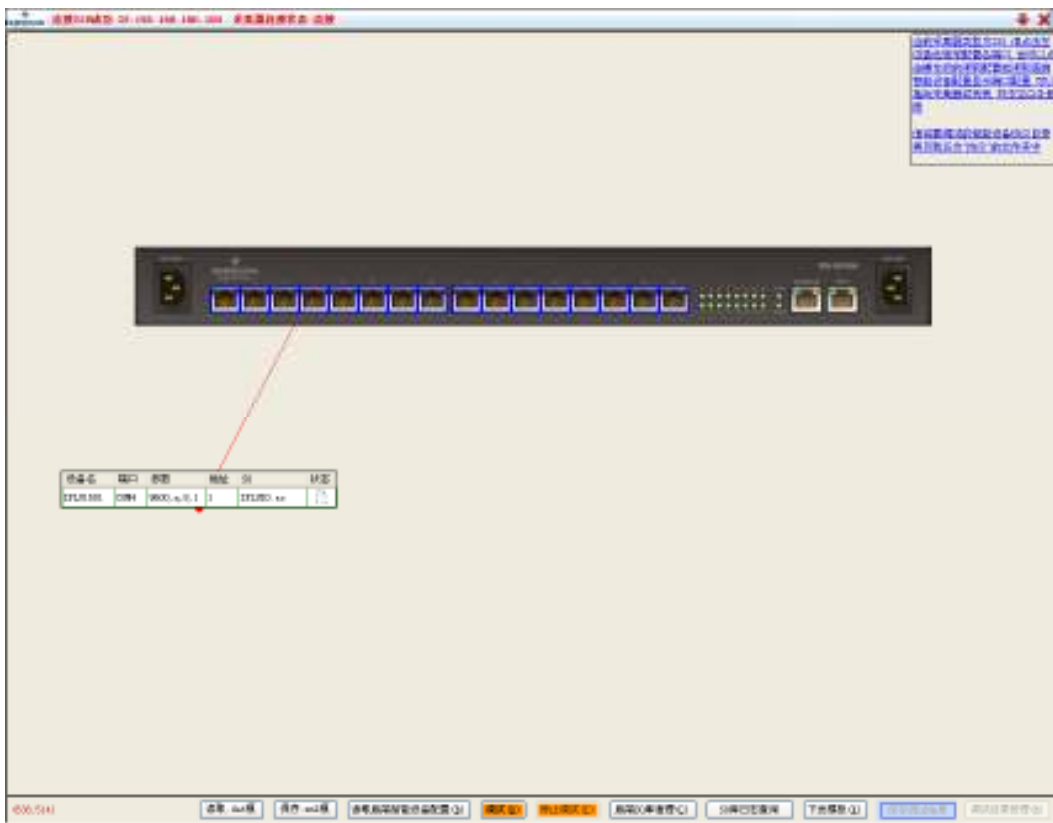
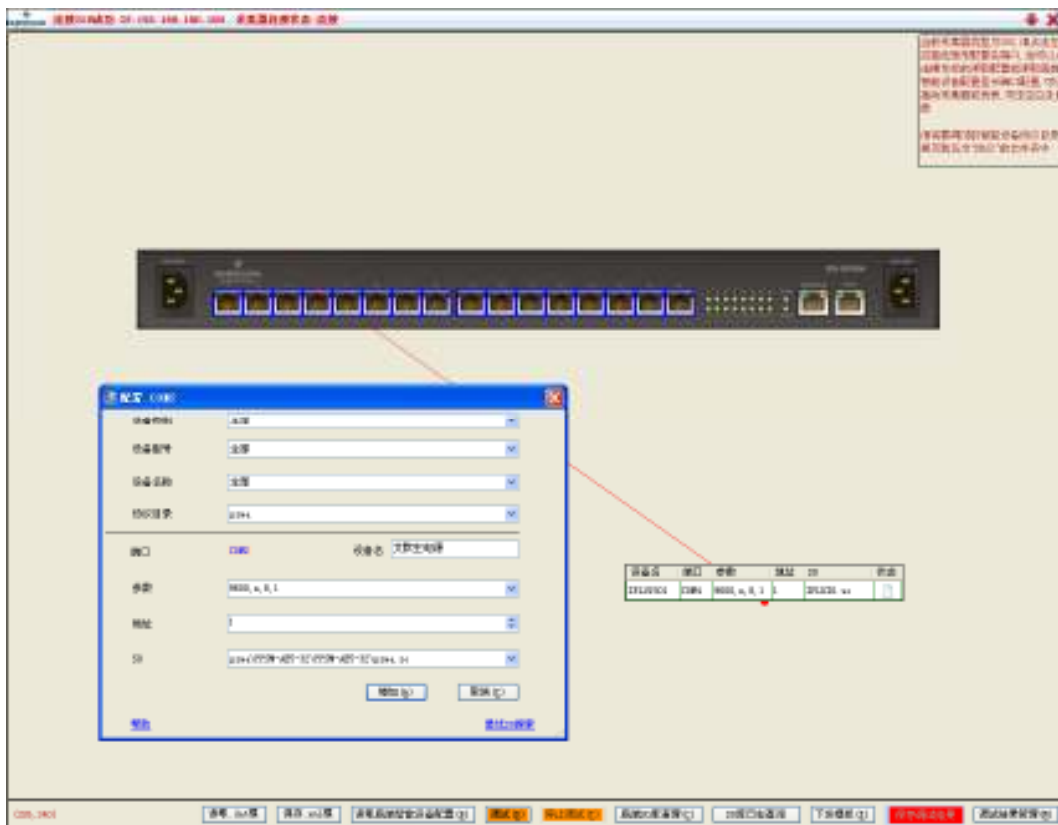
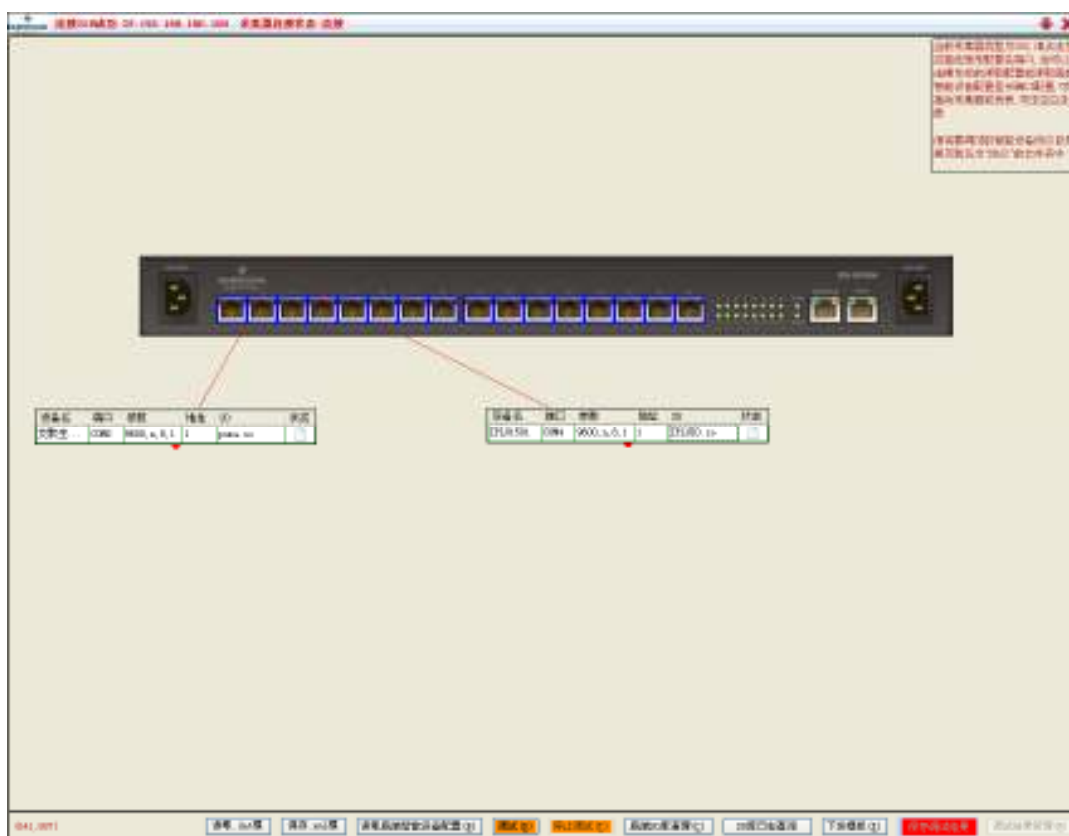

图4-11 新增智能设备配置列表
图4-12 智能设备（艾默生电源）配置窗口
图4-13 设备添加完成界面
- 如果 BottomDebugTool 软件自身带有该智能设备的协议目录，则其协议目录和 SO 库会自动分别显示在协议目录和 SO 框中，点击**增加(A)**按钮即可在该端口下增加此智能设备。主窗口将显示新增的智能设备配置列表，如图 4-11 所示。
5. 以上述同样的方式为串口 2 接入一个智能设备（以艾默生电源为例），在图 4-11所示界面选择串口 2，屏幕将弹出智能设备的配置窗口，选择对应的协议目录并输入设备名，显示如图 4-12所示。
6. 在图 4-12所示配置窗口点击**增加 (A)** 按钮即可在串口 2 下增加此智能设备，主窗口将显示新增的智能设备配置列表，如图 4-13所示。
7. 智能设备添加完毕后，点击图 4-13所示界面最下方的**调试 (D)** 按钮开始调试，屏幕弹出图 4-14所示提示窗口。